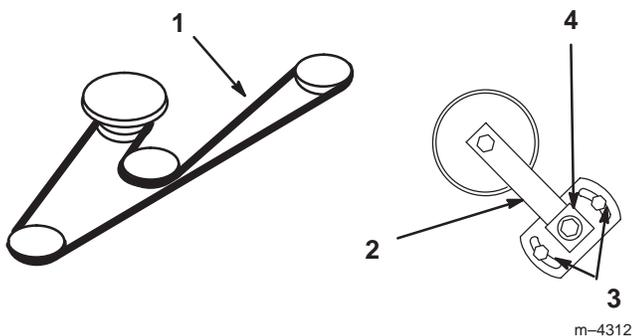

Figure 57
3. Desserrez les deux écrous de fixation de la plaque du bras de tension et déplacez ce dernier pour détendre la courroie sur la poulie de tension. Déposez la courroie usée du plateau de coupe (Fig. 57).
4. Installez une courroie neuve autour des poulies d'axe, du guide-courroie, de la poulie de tension et dans la gorge inférieure de poulie d'axe centrale (Fig. 57).